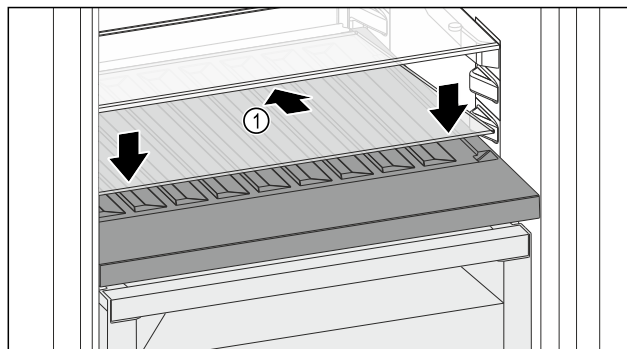

Fig. 118
- Поставете стъклената плоча Fig. 118 (1) косо и наклонена назад надолу.
- Спуснете стъклената плоча Fig. 118 (1) отпред.